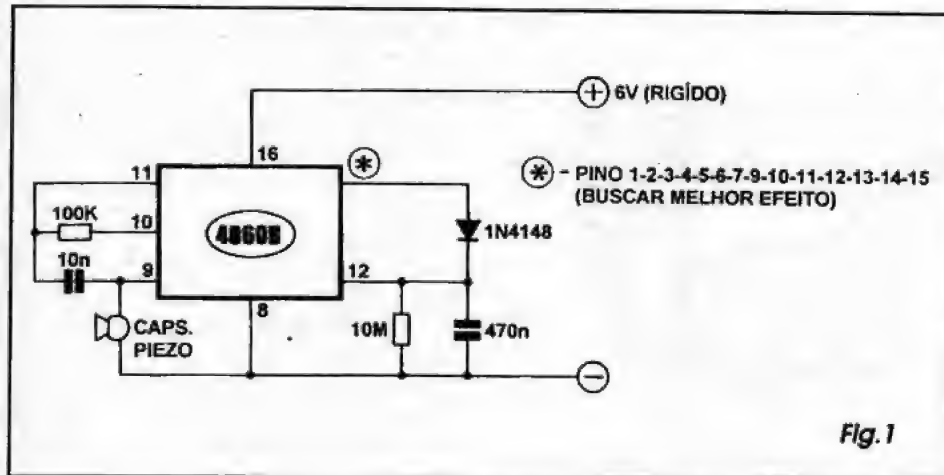

Fig. 1
- FIG. 1 - DIAGRAMA ESQUEMÁTICO DO CIRCUITO - O integrado C.MOS (família digital já estudada em aulas específicas, anteriormente no nosso *Curso*...) 4060 é um componente muito *gostoso* de se trabalhar com ele, a nível de projeto e também de experimentação, devido à sua grande versatilidade: basicamente contém uma série de divisores por 2 (contadores, biestáveis...), *enfileirados*, a saída de cada um ligada à entrada do seguinte (e também com a maioria das saídas externamente acessível, para aproveitamentos ou comandos *fora* do integra-